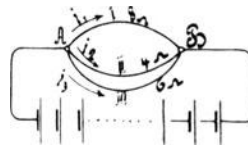

Fig. 10.
79. Zwischen den beiden Punkten A und B (Fig. 10) herrscht ein Spannungsunterschied von 24 [15] (0,3) V. Der Widerstand des